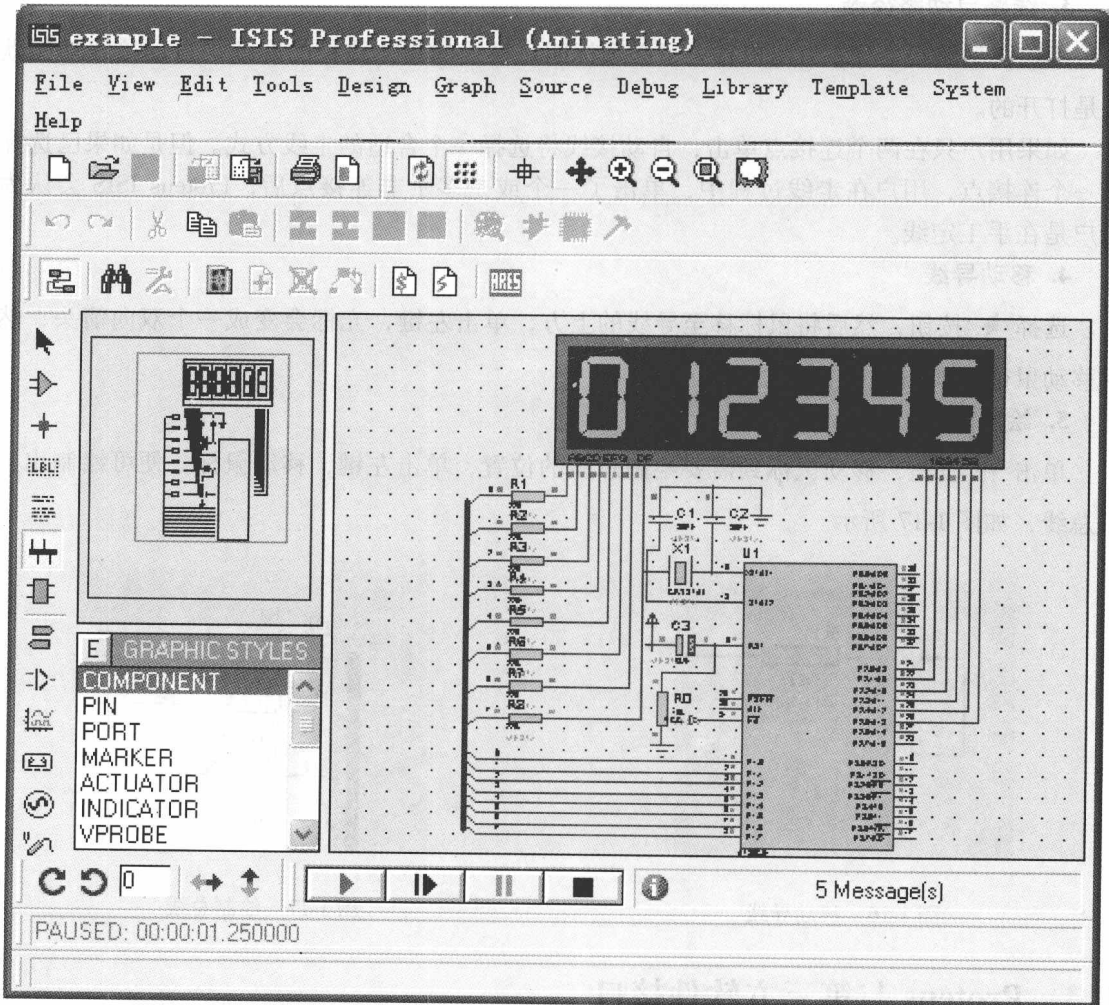

图 1-18 Proteus 与 Keil2 联机调试
- 6) 在 Keil2 中进行 Debug，同时在 Proteus 中查看结果。如图 1-18 所示。